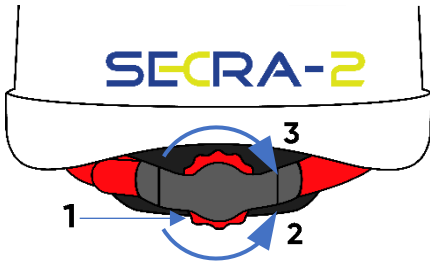

Fig. 1
Der Helm verfügt über eine stufenweise Einstellung des Kopfumfanges alle 1 mm im Bereich von 53 cm bis 63 cm. Nach dem Aufsetzen des Helms, ist er auf den Kopfumfang einzustellen, indem den Reglerknopf (1), der hinter angebracht wird, gedreht wird (Fig. 1). Drehen nach links (2) ermöglicht es, das Reglerband zu lösen und Drehen nach rechts (3) ermöglicht es, das Reglerband festzuziehen.